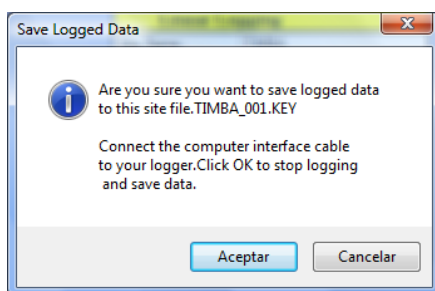

Figura 9. Ventana para Salvar los Datos Registrados
5.5 Para la interrupción del logger y la transferencia de datos, seleccione el botón rojo de la parte central de la pantalla "Stop Logger and Save Data" (Interrupción del Logger y Guardar Datos). Aparecerá una ventana como la figura 9.